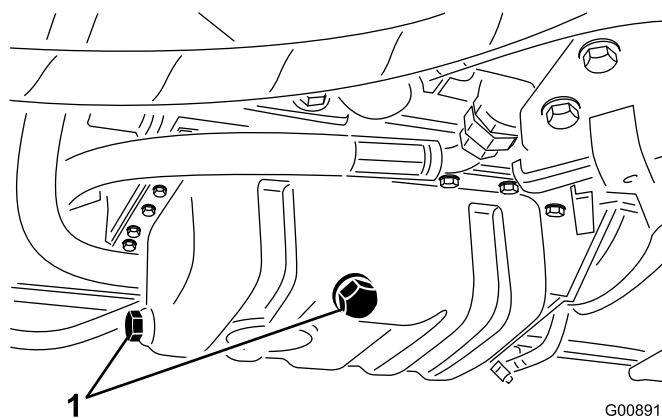

Рисунок 61
1. Снимите любую пробку сливного отверстия (Рисунок 61) и дайте маслу стечь в сливной поддон;